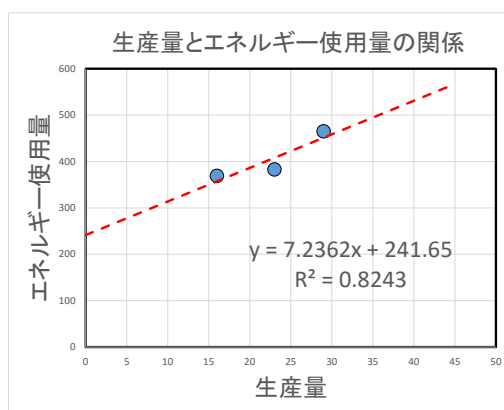

図 12 完成例
(6) 必要に応じて前方補外を行い、グラフ要素の追加からグラフタイトル、軸ラベルを追加し、グラフや文字の大きさと色を調節すると図 12 のようなグラフが得られます。